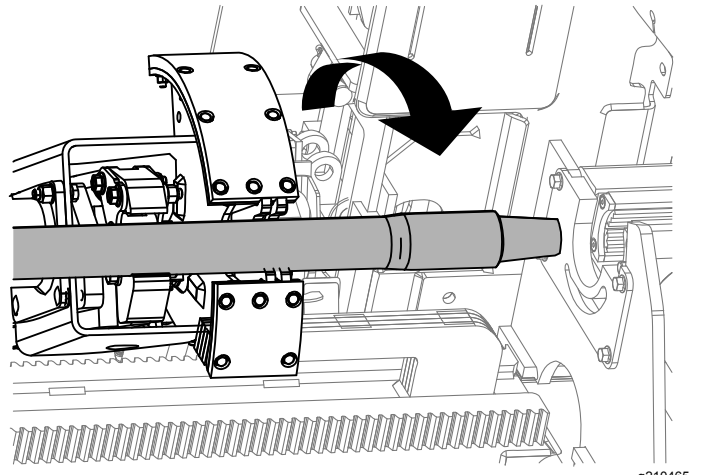
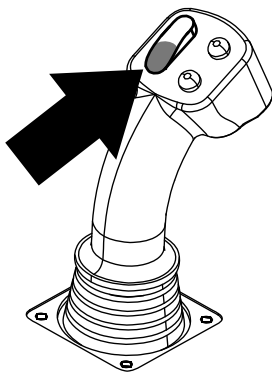

Bild 30
Bild 29
5. Halten Sie den unteren Teil des Kippschalters (Bild 29), bis die Nocken sich ganz nach vorne zum Gestell drehen und die Heber das verbleibende Rohr in den Rohrkasten hebt (Bild 30).